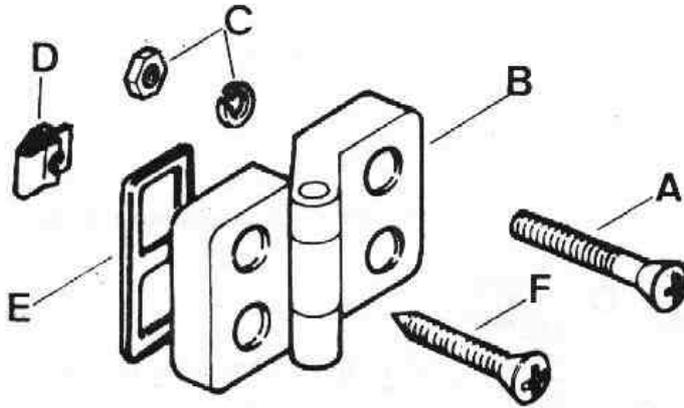

Fig. Q-22 Conjunto de las bisagras de la puerta lateral
- 2.2.3. Extraer los elementos de fijación, A y C (Fig. Q-22) de las bisagras, B, a la puerta.